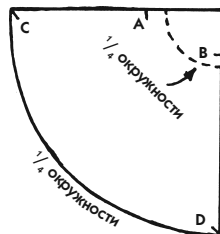
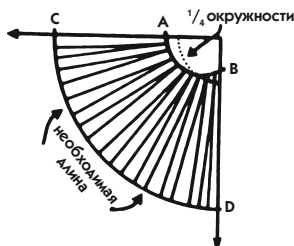

Рис. 287
Рис. 289
- Измерьте длину фестона от точки А до точки В и по этой мерке внутри угла начертите четверть временной окружности, которая на рис. 287 выполнена пунктиром.
- От каждой из засечек проведите прямые линии, соответствующие по длине отрезкам АС и ВD с лекала 286, и соедините точки С и D четвертью окружности (рис. 287).
Если ваше подготовительное лекало выполнено правильно (см. рис. 287), то нижние края полосок будут располагаться точно по четверти окружности, соединяющей точки С и D (рис. 289).
6. На этом лекале (рис. 289) обозначьте, сколько надо добавить для получения полной длины юбки. Эту длину вы отметите непосредственно на ткани уже при раскрое.